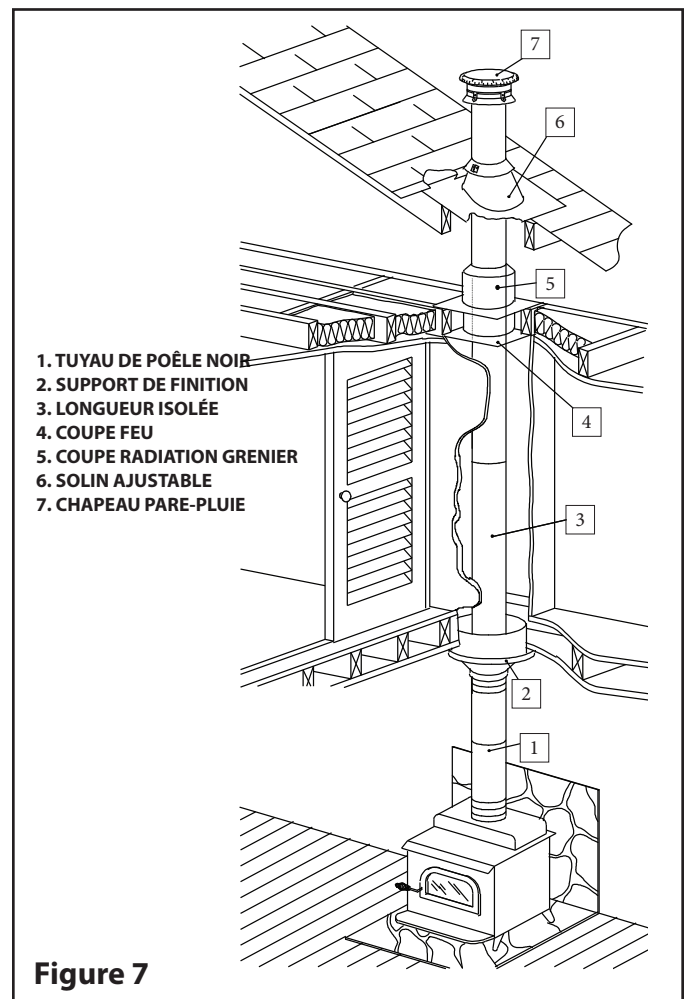

Figure 7
Étape 4: Installez la première longueur de cheminée au fond du support. Et la tourner dans le sens horaire pour la fixer. (Voir Figure 7)